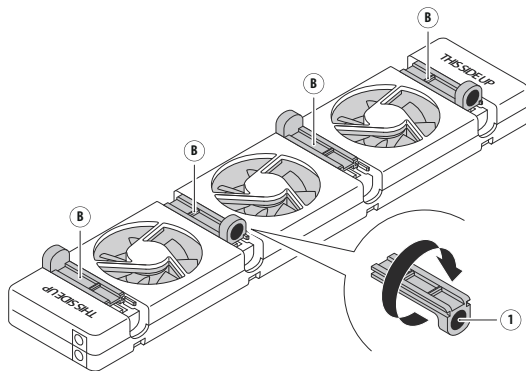

Fig. 5 - volver a posicionar los imanes ajustables en el **SpeedComfort** (A).
1. Gire los **imanes ajustables** (B) de modo que el **imán** (1) quede en la parte superior (véase Fig. 5). Retire el bloque que está enfrente de los imanes ajustables en la carcasa. Desechar el bloque como residuo plástico.
2. Ajuste los **imanes ajustables** (B) al ancho correcto.
3. Repita los pasos 1-7 como para el radiador ancho. Utilice los **imanes ajustables** (B) para colgar el **SpeedComfort** (A) entre las placas (véanse las fig. 5 y 6). Puede alinear el **SpeedComfort** en la parte frontal del radiador.